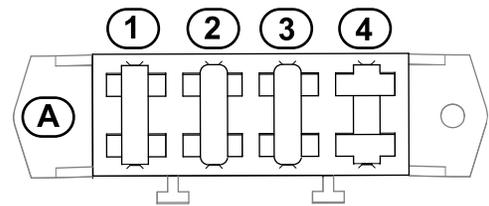

Figure 27
3. Contrôlez les fusibles dans le porte-fusibles (Figure 27).
4. Si un fusible est grillé, remplacez-le par un fusible de tension et d'intensité adéquates (Figure 27). Voir le *Manuel d'entretien* du groupe de déplacement pour les numéros de référence des fusibles.